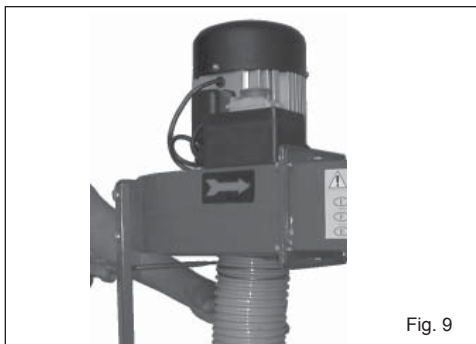

Fig. 9
7. Sujetar el tubo flexible al conector a montar a la salida de la aspiradora (Fig. 9). O bien, desconectar este tubo flexible y conectar el de la máquina de madera utilizando el tubo flexible apropiado y la abrazadera de cierre correspondiente.